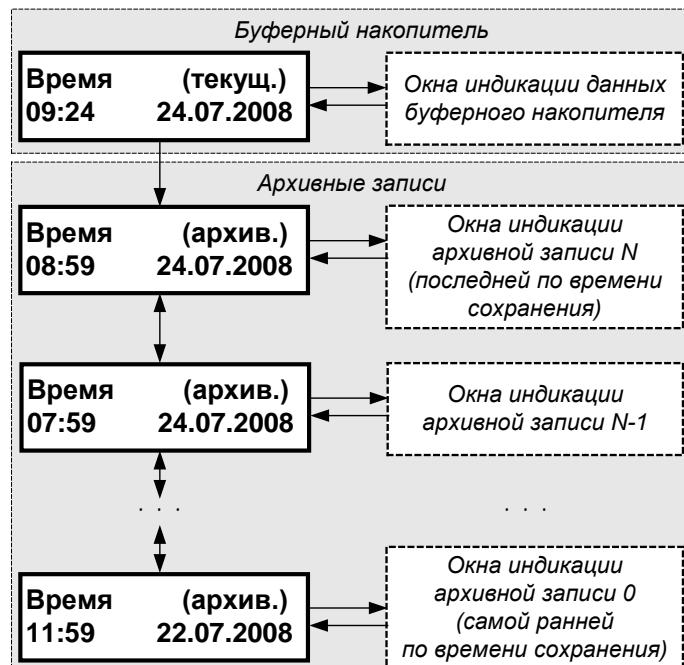

Рис.2. Структурная схема часовогого архива.
4.4.1. Часовой, суточный и месячный архивы тепловычислителя имеют одинаковую структуру и содержат кроме сохраненных архивных записей также буферный накопитель данного архива (рис.2).
- 4.4.4. Переход к окнам индикации архивных записей выполняется из окна **Время (текущ.)** накопителя по нажатию кнопки . При этом высвечивается окно **Время (архив.)** (рис.2) последней (по времени сохранения) архивной записи с указанием времени в формате «часы : минуты» и даты окончания интервала архивирования. Переход архивных записей выполняется кнопками , . При этом в окне **Время (архив.)** меняется время и дата окончания интервала архивирования.